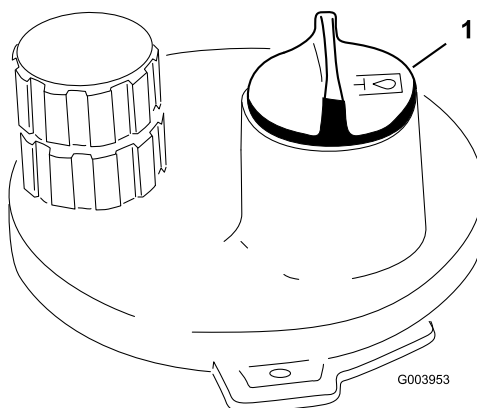

Figura 35
3. Pulite attorno al collo del bocchettone e del tappo del serbatoio idraulico (Figura 35). Togliete il tappo dal collo di riempimento.